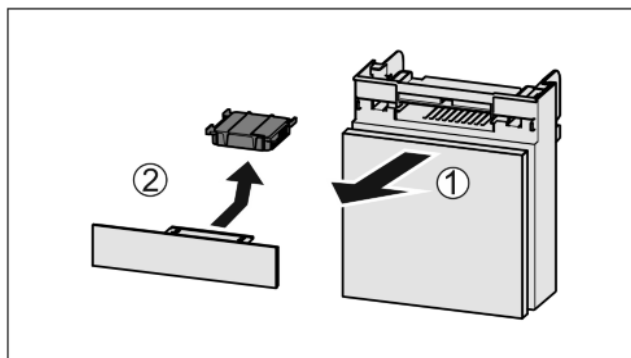

Fig. 51
- ▶ Wyciągnąć Fig. 51 (1) komorę do przodu.
- ▶ Wyjąć Fig. 51 (2) filtr z węglem aktywowanym.